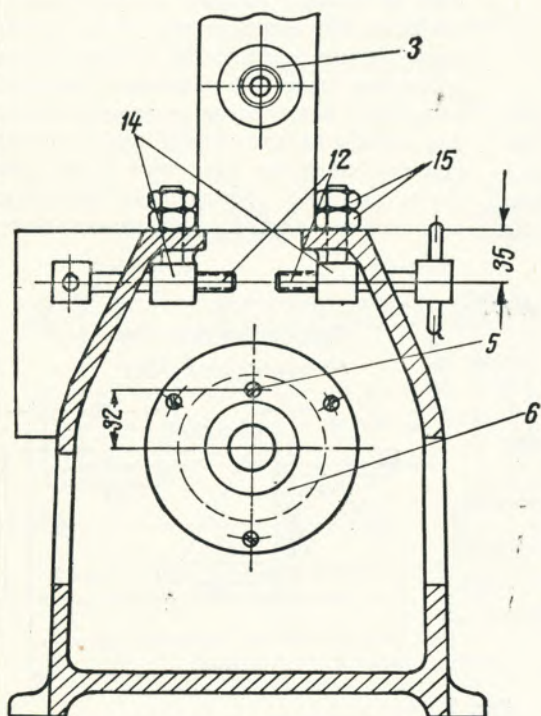
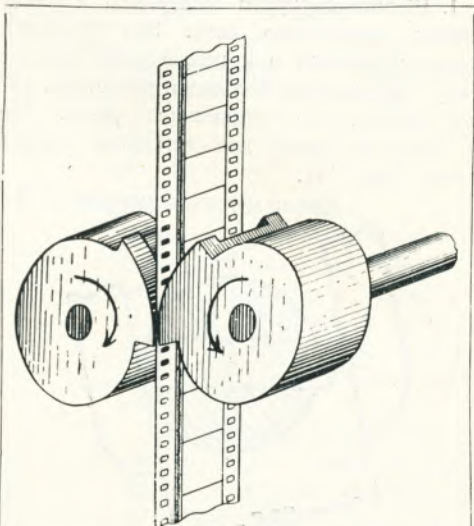

Рис. 10
Рис. 1. Кулачковый механизм
Для фиксации положения шатуна во время расточки, кроме пальца, о котором говорилось выше, служат еще три винта, два из которых препятствуют смещению шатуна в поперечном направлении по отношению к осевой линии валика, а один препятствует смещению шатуна параллельно подаче резца. Ориентиром для размещения винтов-гаек 14 (рис. 10) являются резьбовые отверстия двух средних шпилек крепления цилиндра. Перед установкой их следует сначала рассверлить резьбовые отверстия сверлом $\phi 12$ мм. В стенках камеры группы коленчатого вала с обеих сторон сверлятся отверстия $\phi 15$ мм для выхода наружу винтов крепления шатуна 12. Винт упора 5 (см. рис. 4) помещается в теле левого подшипника на расстоянии 32 мм от центра отверстия подшипника. Расположение кре-
3. Ориентируясь на границу залитого баббита по отношению к описываемой резцом окружности, винтами 12 (см. рис. 10) устанавливают шатун в нужном положении, закрепляют расклинивающий винт пальца 4 (см. рис. 1) и подводят без нажима до соприкосновения со стebelом шатуна винт упора 5 (см. рис. 1).
5. Когда расточка окончена, что легко определить по уменьшению давления на рукоятку привода, винт подачи выводится из состояния фиксации, ручка снимается, вынимается без вращения валик с рецом и ввернувшимся в него винтом подачи ослабляются винты 12 (см. рис. 10), расклинивающий винт пальца 4 (см. рис. 1) и шатун снимается с пальца.
Таков, например, кулачковый механизм (рис. 1). В нем два кулачка, укрепленные на валах, вращаются в противоположных направлениях, причем один из кулачков прижимается к другому под действием пружины. Когда поверхности кулачков сходятся, фильм, находящийся между ними, захватывается и протягивается до тех пор, пока поверхности кулачков не разойдутся, после чего фильм остается неподвижным до следующего захвата его кулачками.